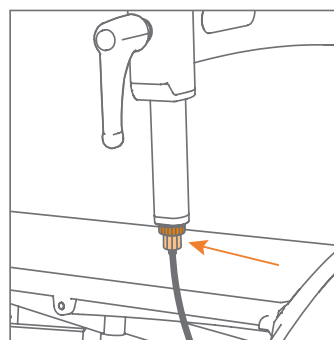

Figure 77: Réglage des freins via la vis de réglage, juste en dessous de l'anneau de verrouillage.
- b. Desserrez d'abord l'anneau de verrouillage (poussez le câble vers le bas pour faciliter l'accès). Cela vous permettra de régler la vis située en dessous (**Figure 77**).